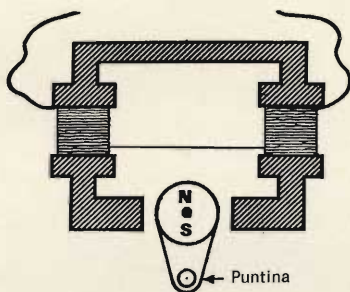

Fig. 8 - Funzionamento di una cartuccia magneto-dinamica.
- Le cartucce magnetodinamiche sono costituite da un minuscolo magnete che si sposta in prossimità di un avvolgimento fig. 8.